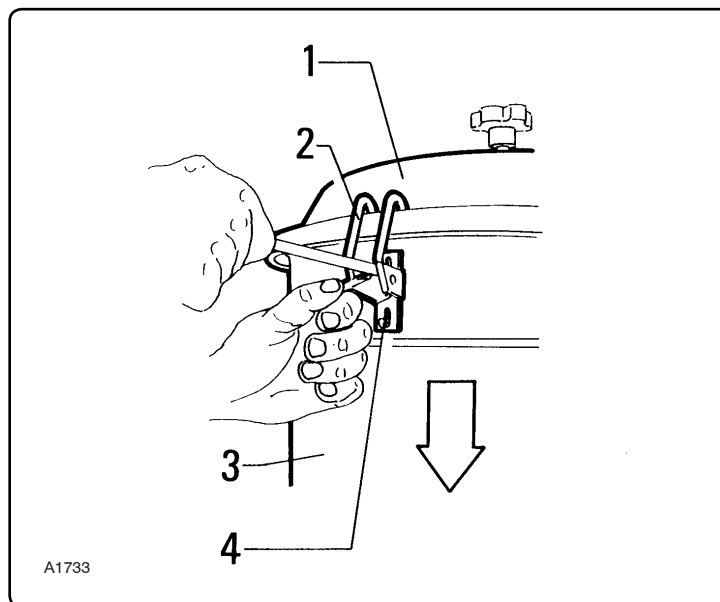

Fig. 7.5.3
7.5.3 - Verifica tenuta del coperchio (fig. 7.5.3)
7.5.3 - Checking the cover seal (fig. 7.5.3)
7.5.3 - Vérification de l'étanchéité du couvercle (fig. 7.5.3)
7.5.3 - Prüfen des Deckels auf dichten Sitz (Abb. 7.5.3)